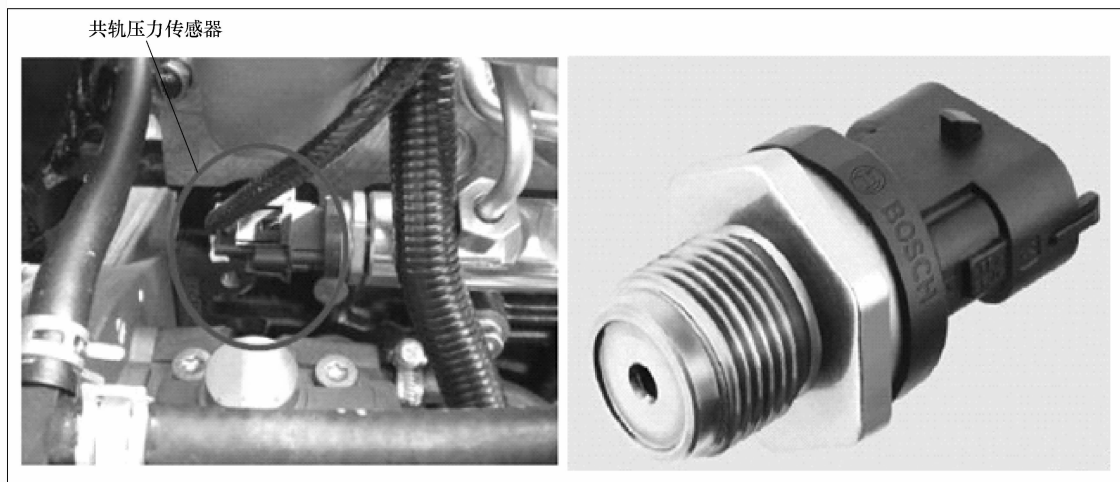

图 1-65 共轨压力传感器
(1) 轨道压力传感器结构 共轨压力传感器如图 1-65 所示，由如下部件构成：